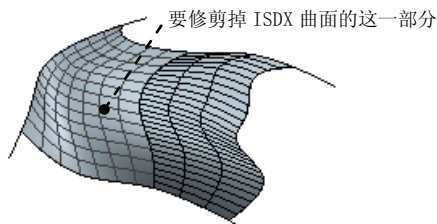

图 8.7.4 选择要修剪掉的 ISDX 曲面部分
- (4) 单击图标后的字符，选择要修剪掉的 ISDX 曲面部分：单击图 8.7.4 所示的 ISDX 曲面部分。